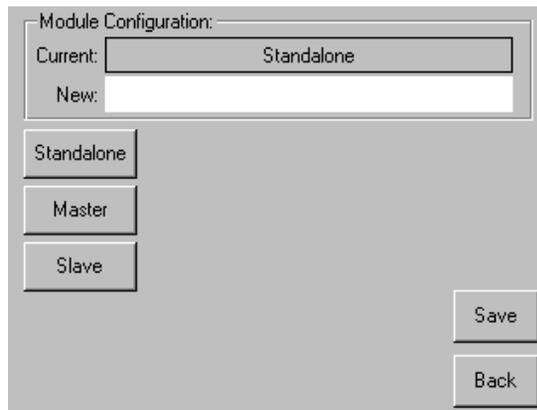

Figure 3-4. Écran Module Configuration
- Appuyez sur le bouton en regard de l'option de menu Module Configuration, puis sur le bouton Master (Maître) (voir la Figure 3-4).
5. Appuyez sur le bouton en regard de l'option de menu Module Configuration, puis sur le bouton Slave (Esclave) (voir la Figure 3-4).